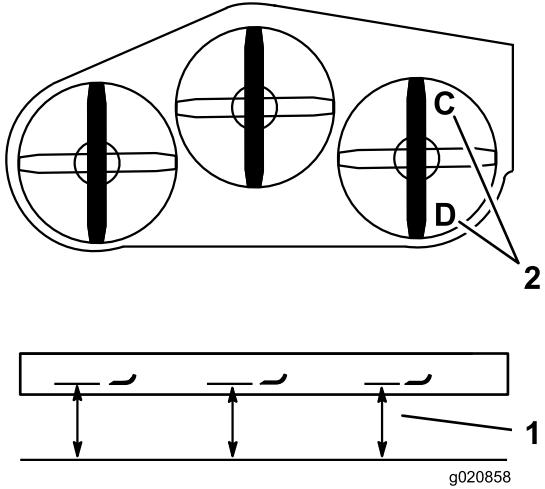

図84
- 右側のブレードを前後方向に向ける図84。
- C**位置で、平らな床面から右側のブレードの刃先までの高さを測り、測定値を記録する図84。
- D**位置で、平らな床面から右側ブレードの刃先までの高さを測り、測定値を記録する図84。
- 注** **C**位置での刈り込みブレードの高さが、**D**位置での高さよりも6-10mm低ければ適正である図84。高さの差がこの範囲内にない場合には以下の手順で調整する。